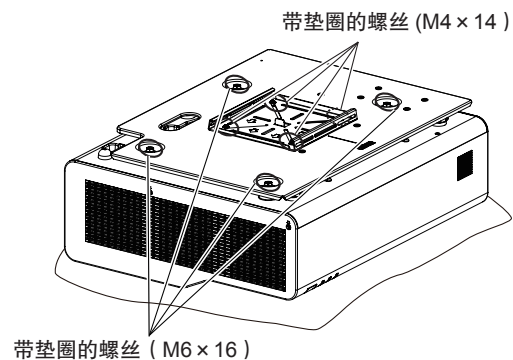

图 2
- 7) 取下将底座安装支架组件固定到投影机的 4 个带垫圈的螺丝 (M6 × 16)。(图 2)
- 8) 取下底座安装支架组件上 4 个带垫圈的螺丝 (M4 × 14), 将连接板从底座安装支架上分离出来。(图 2)